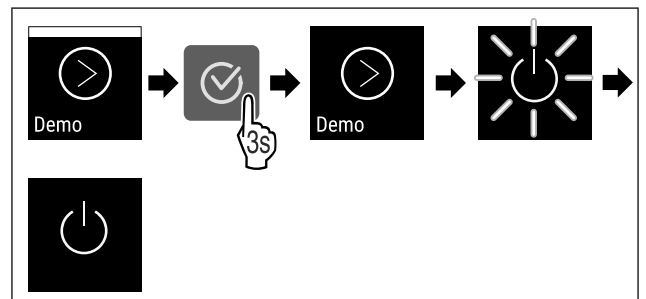

Fig. 111
- ▶ Obavite korake postupka (pogledajte Fig. 111) .